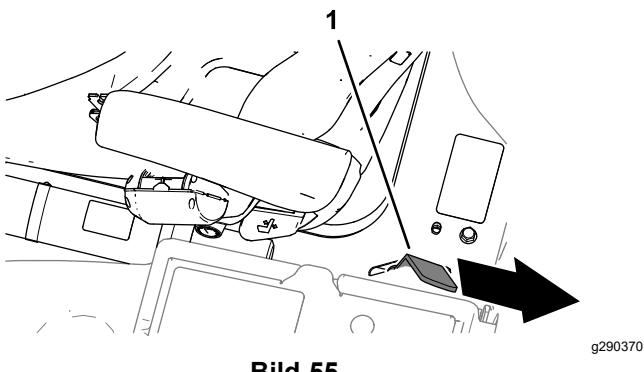

Bild 55
3. Senken Sie die Plattform vollständig ab und schieben Sie den Sperrriegelgriff der Plattform zum Heck der Maschine, bis der Riegel ganz in der Sperrstange einrastet (Bild 55).